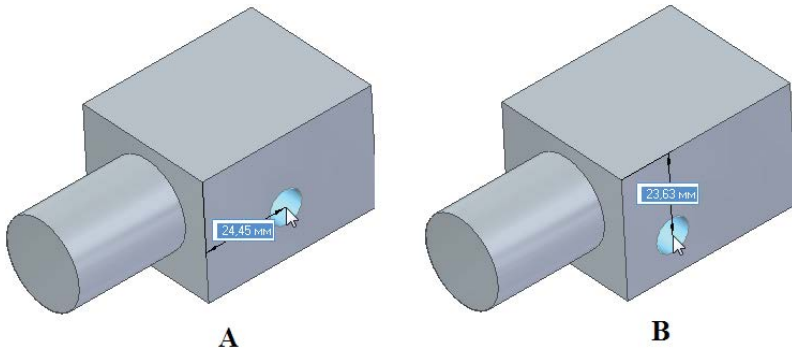

Рис. 2.4.4. Задание точного положения отверстия с помощью управляющих размеров в процессе размещения: размер от конечной точки ребра вдоль различных осей
- задав управляющие размеры от центра отверстия до окружающих ребер в процессе размещения отверстия, подсветив мышью нужное ребро и нажав одну из горячих клавиш (Е – размер будет построен от ближайшей конечной точки ребра, рис. 2.4.4, А; М – от средней; С – от центра кругового ребра). Плоскость должна быть предварительно зафиксирована. Введя точное значение размера и нажав клавишу **Enter**, можно ограничить последующее динамическое перемещение размера. Не нажимая ЛКМ и выбрав затем другое ребро, можно дополнительно задать второй управляющий размер, тем самым полностью определив положение отверстия.